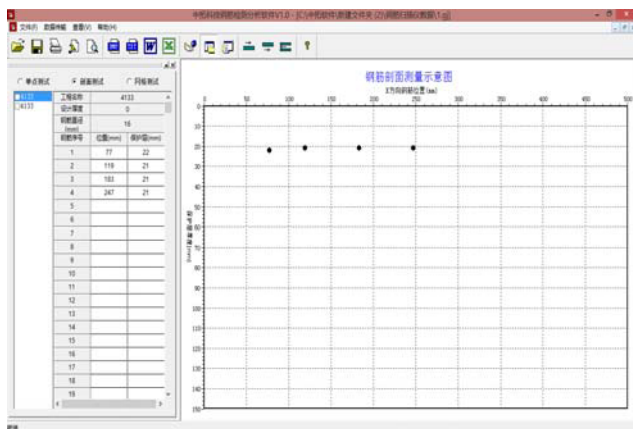

图 6-16
(2) 剖面测试: 当用户选择剖面测试时，会弹出如图 6-16 所示的界面，在控制面板的数据显示区中显示当前项目编号所对应